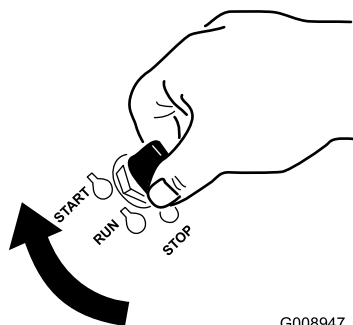

Figura 17
7. Gire la llave de contacto a la posición de Arranque (Figura 17). Cuando el motor arranque, suelte la llave.